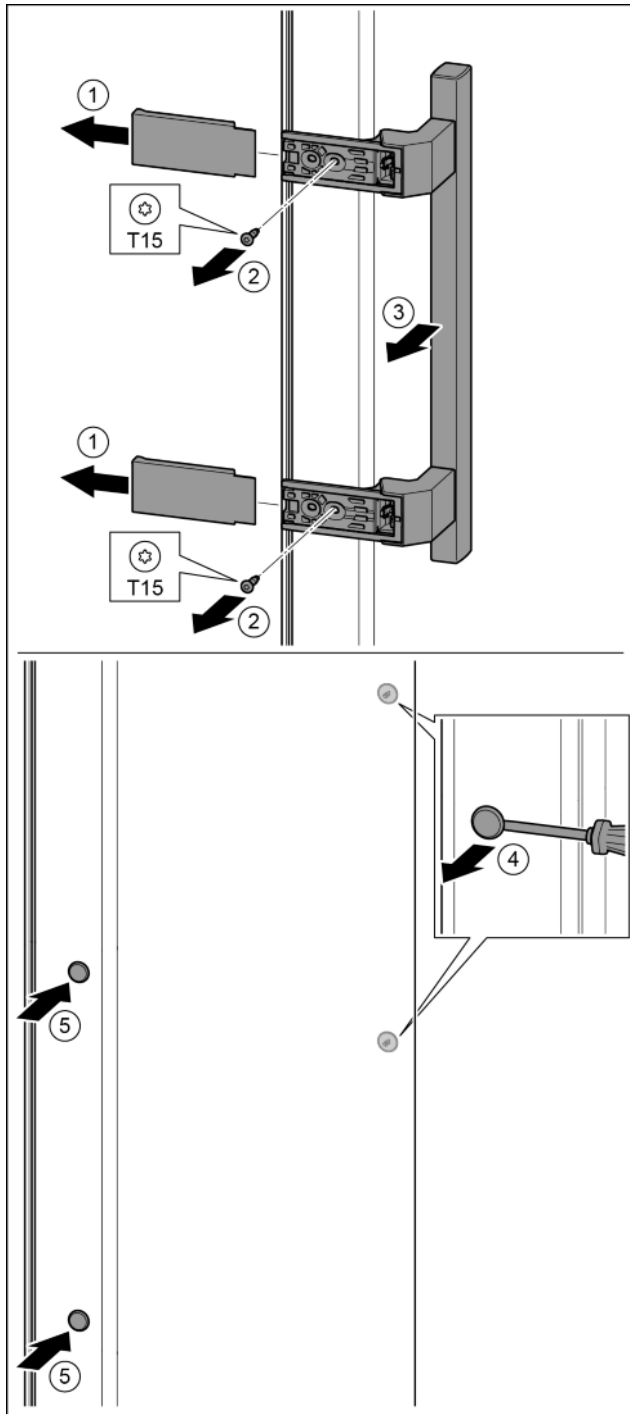

Fig. 38
- ▶ Extrageți capacul. *Fig. 38 (1)*
- ▶ Demontați șuruburile cu șurubelnița T15. *Fig. 38 (2)*
- ▶ Detașați mânerul. *Fig. 38 (3)*
- ▶ Ridicați cu precauție dopul lateral cu o șurubelniță plată și extrageți-l. *Fig. 38 (4)*
- ▶ Introduceți dopul pe partea opusă. *Fig. 38 (5)*